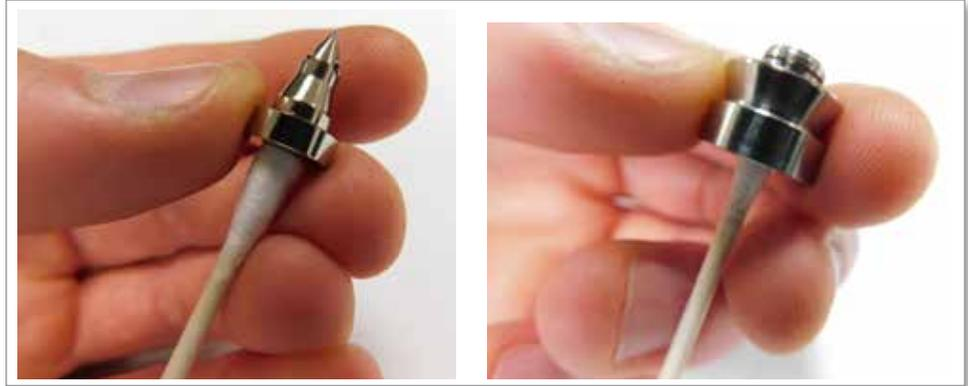

Figura 19-11 Limpieza del torpedo y el sello de transferencia
- Si es necesario, limpie las superficies interiores y las roscas de los tornillos con un bastoncito de algodón. Consulte la Figura 19-11.